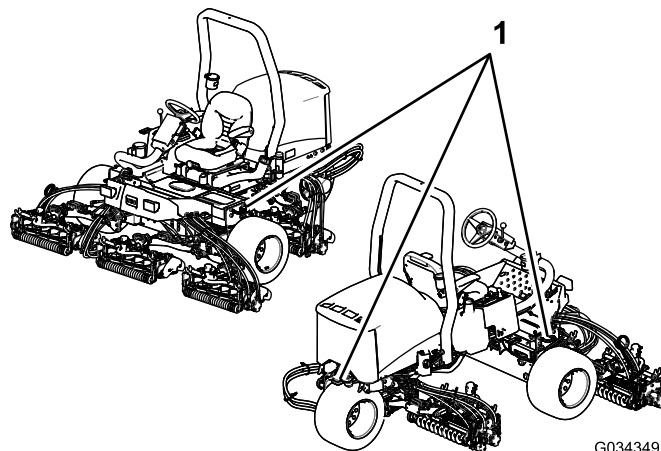

图44
- 使用箍带、链条、缆绳或绳索牢牢系紧机器。前后箍带都应从机器的下方向外伸出；请参阅图44。